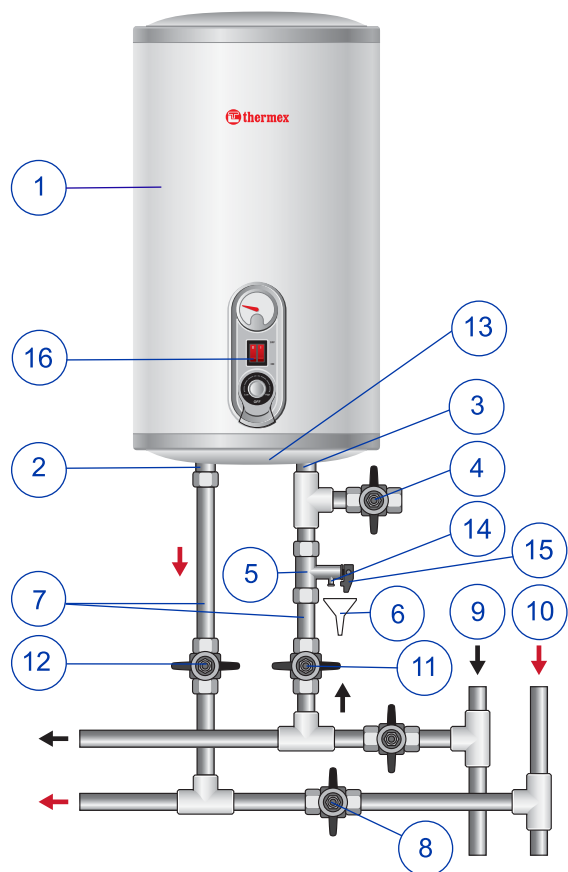

Рис. 1 Схема подключения ЭВН к водопроводу
4.3. Предохранительный клапан (5, рисунок 1) выполняет функции обратного клапана,
Подключение к водопроводной системе производится в соответствии с рис. 1 только при помощи медных, металлопластиковых или пластиковых труб, а также специальной гибкой сантехподводки. Запрещается использовать гибкую подводку бывшую ранее в употреблении. Рекомендуется подавать воду в ЭВН через фильтр-грязевик, установленный на магистрали холодной воды (не входит в комплект поставки).
Примечание: для облегчения обслуживания ЭВН в процессе эксплуатации рекомендуется установка сливного вентиля (4) в соответствии с рис. 1 (для моделей, не оборудованных сливным патрубком (не входит в комплект поставки ЭВН)).
Рисунок 1: 1 – ЭВН, 2 – Патрубок горячей воды, 3 – Патрубок холодной воды, 4 – Сливной вентиль, 5 – предохранительный клапан, 6 – Дренаж в канализацию, 7 – Подводка, 8 – Перекрыть вентиль при эксплуатации ЭВН, 9 – Магистраль холодной воды, 10 – Магистраль горячей воды, 11 – Запорный вентиль холодной воды, 12 – Запорный вентиль горячей воды, 13 – Защитная крышка, 14 – Выпускная труба предохранительного клапана, 15 – Ручка для открывания предохранительного клапана, 16 – Панель управления.